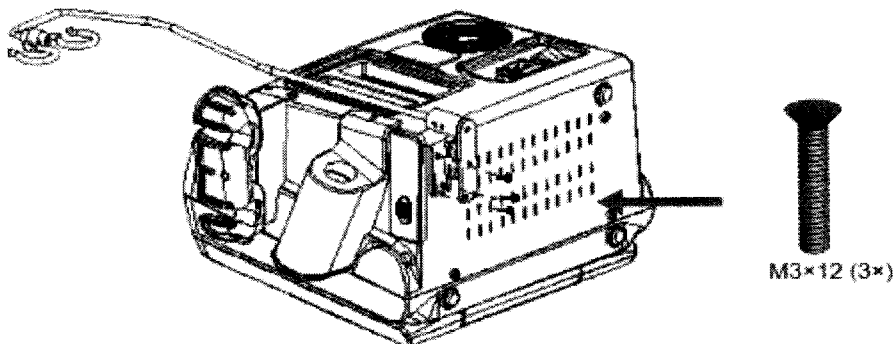

Figura 4-1 Soporte de cable de Posición Montaje
3. Con cuidado, gira la parte inferior la unidad principal al comienzo de la espuma de embalaje y montar los tornillos de la unidad principal, con una cruz-destornillador como se muestra en la figura 4-1.